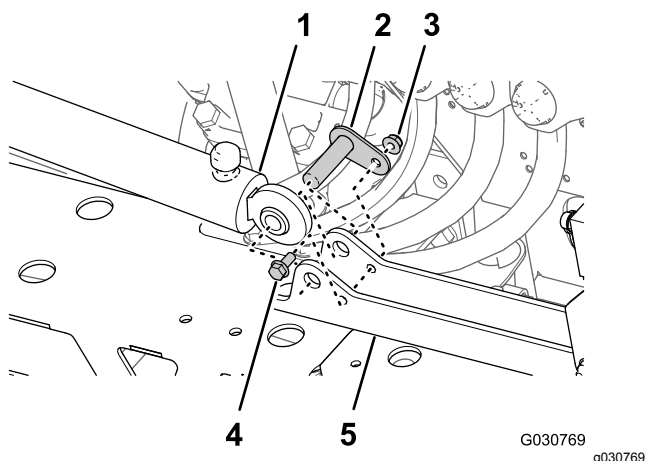

Figura 128
1. Alinee el extremo fijo del cilindro de elevación que retiró en el paso 4 de Retirada de los cilindros de elevación \(página 36\) al orificio de 16 mm del bastidor del cilindro (Figura 128).
2. Sujete el cilindro al soporte de los cilindros con el pasador de giro, el perno con arandela prensada y una tuerca de arandela prensada (Figura 128).